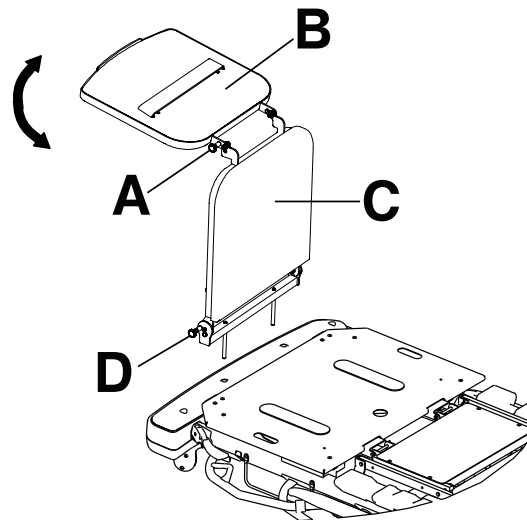

Figura 19 – Tabuleiro do desfibrilhador-extensão para os pés
1. Puxe o botão superior para fora (A) (Figura 19).
2. Gire o tabuleiro do desfibrilhador (B) até o tabuleiro ficar plano sobre o produto, na extremidade do lado dos pés. Solte o botão superior (A). Certifique-se de que o tabuleiro do desfibrilhador está bloqueado na devida posição.
Para converter o tabuleiro do desfibrilhador/extensão para os pés numa extensão para os pés (Figura 19):